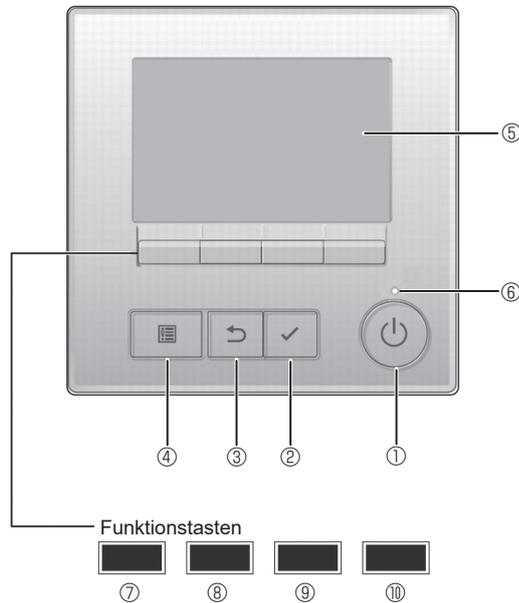

Abb. 7-1
7.2.1. Verwendung der verdrahteten Fernbedienung (Abb. 7-1)
① Taste [EIN/AUS]